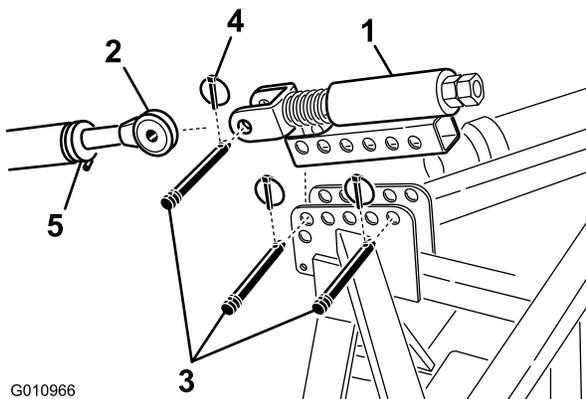

Figura 10
1. Monte el brazo de enganche superior tensado con muelle en el soporte del aireador con dos pasadores de enganche y pasadores de seguridad (Figura 10)
2. Afloje la contratuerca del brazo de enganche superior del tractor. Ajuste la longitud del brazo de enganche superior hasta que quede alineado con el pasador del brazo superior tensado con muelle del aireador (Figura 10).
3. Conecte el brazo de enganche superior del tractor a la horquilla del brazo de enganche superior tensado con muelle, y sujete el conjunto con un pasador de enganche y un pasador de seguridad (Figura 10).
6. Gire el brazo de enganche superior hasta que el muelle quede comprimido aproximadamente 13 mm (Figura 10).